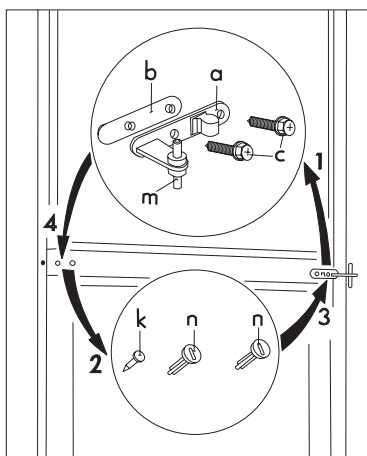

Fig.3
- Retirez la charnière de porte double (a, b, c) du corps de l'appareil, étape par étape. Veillez également à retirer l'entretoise en plastique (b) se trouvant sous la charnière de la porte (Fig. 3).
- Retirez la goupille gauche de la charnière de porte double (3 pièces, n, k) et placez-la de l'autre côté (Fig. 3).
(s) (Fig. 3).
- Introduisez la goupille de la charnière de porte double (m) dans le trou gauche de la porte du congélateur (Fig. 3).